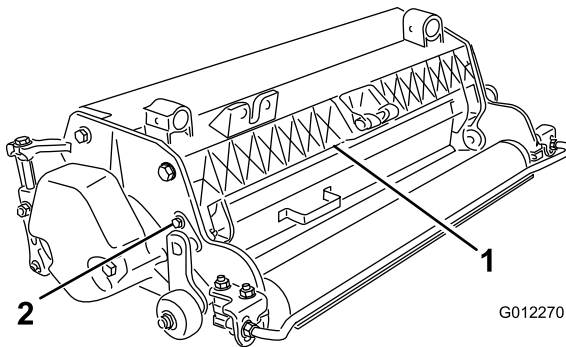

图5
1. 松开挡草罩枢轴上的螺栓（图5）。
2. 将挡草罩旋转至所需设置，然后拧紧螺栓（图5）。